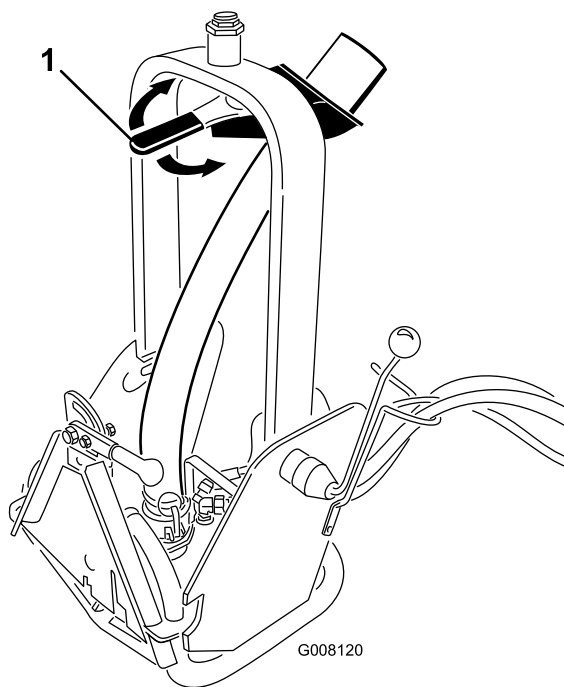

Figure 7
2. Pour régler la direction du débit, tournez la poignée de la buse (Figure 7) à la position voulue.
Remarque: Vous pouvez augmenter ou réduire la résistance sur la buse (Figure 7) en serrant plus